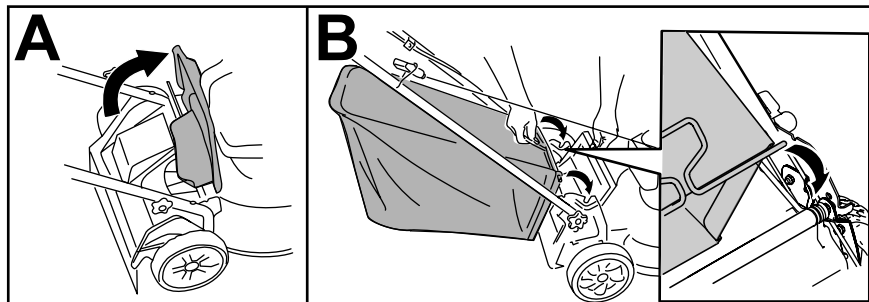

Figura 13
1. Faça subir e mantenha elevado o defletor traseiro (A da Figura 13).
2. Coloque o saco da relva. Garanta que os pinos no saco encaixam nos entalhes na pega (B da Figura 13).